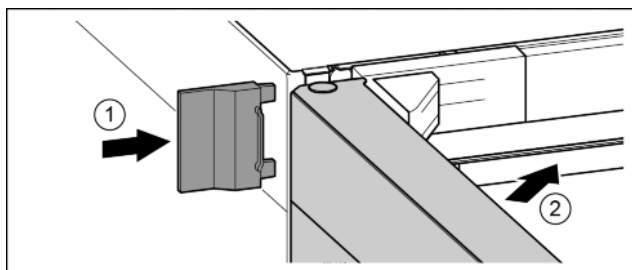

Fig. 17
- ▶ Inserire spingendo la copertura esterna. Fig. 17 (1)
- ▶ Chiudere la porta superiore. Fig. 17 (2)